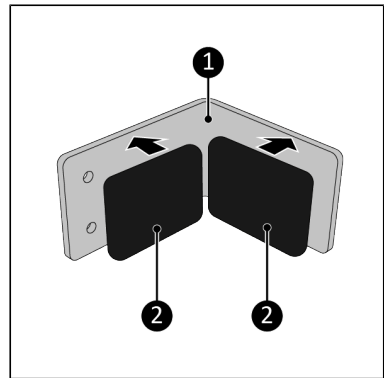

Abbildung 108.
5. Kleben Sie die beiden 40 x 45 mm großen Anti-Rutsch-Schaumstoffe (Abbildung 108, Pos. 2) auf die Innenseiten des Oberteils der Halterung (Abbildung 108, Pos. 1). Vergewissern Sie sich, dass der Anti-Rutsch-Schaumstoff beide Schraubenlöcher abdeckt. Damit wird eine Beschädigung des Fensterrahmens während der Montage verhindert.